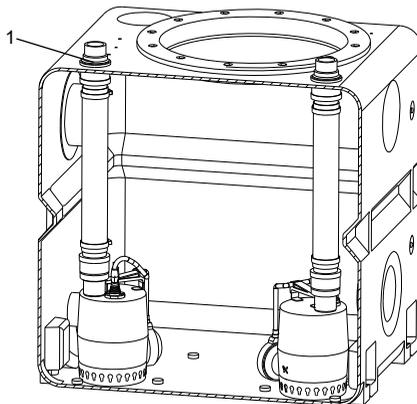

Abb. 11 Beispiel mit Unilift KP-Pumpen
1. Bauen Sie das Anschlussrohr außerhalb des Behälters zusammen - mit Ausnahme der Mutter. Siehe Pos. 1 in Abb. 11.